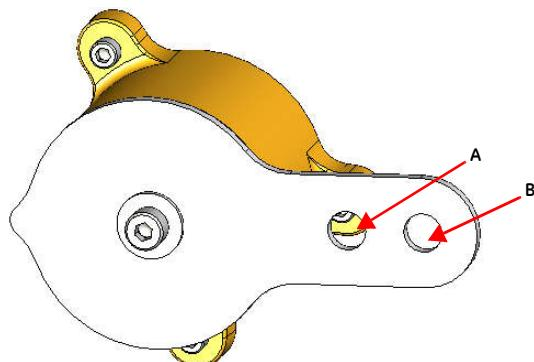

Рис. 16. Рычаг SVi1000, установленный на узле IM
Узел встроенного магнита (IM) — это дополнительный узел, предназначенный для установки конечным пользователем на приводах поршневых клапанов (Рис. 16). Применение данного комплекта обеспечивает большую свободу при установке.